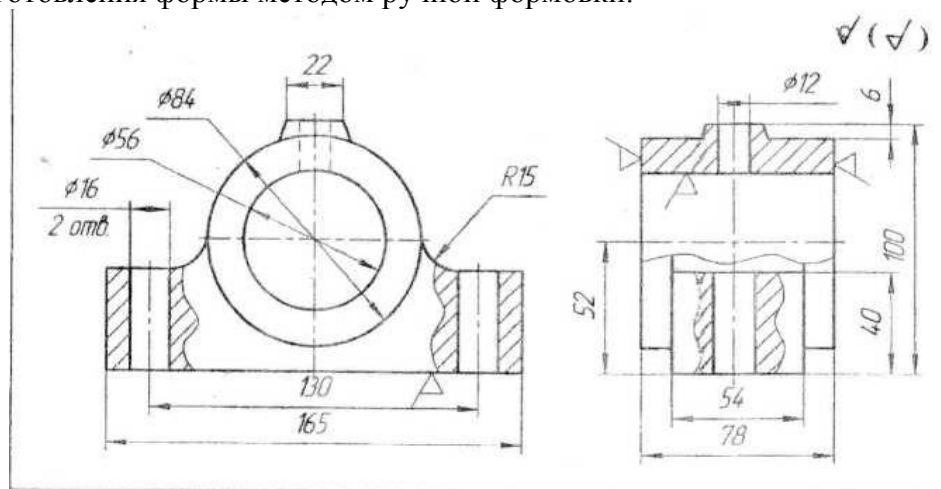

Рисунок 6. Стойка, СЧ 18.
3. По эскизу детали (рис. 6) разработайте процесс ее изготовления методом литья в песчаную форму, описать технологические возможности метода и указать область его применения, по эскизу детали разработать эскиз отливки с модельно-литейными указаниями, привести эскизы модели, стержневого ящика и собранной литейной формы (в разрезе), описать последовательность изготовления формы методом ручной формовки.